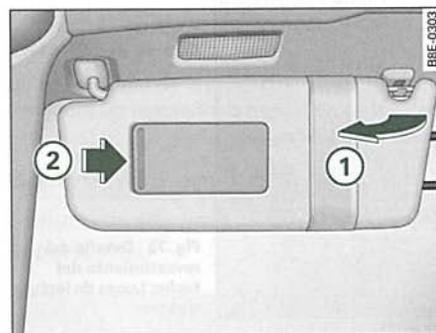

Fig. 76 Parasol
Los parasoles ① para el conductor y el acompañante pueden extraerse de sus fijaciones centrales y girarse hacia las puertas ⇒ fig. 76.